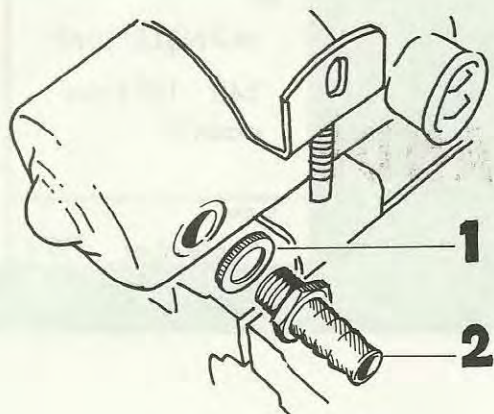

Bild 4
6. Montera ny backventil (2 bild 4) med ny packning (1).